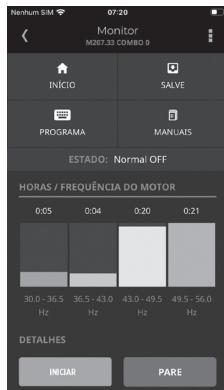

Figura 21 - Tela menu MONITOR
12. Após o procedimento anterior, o aplicativo retornará ao menu MONITOR. Caso você queira acionar o sistema, pressione a tecla INICIAR, conforme Figura 21.